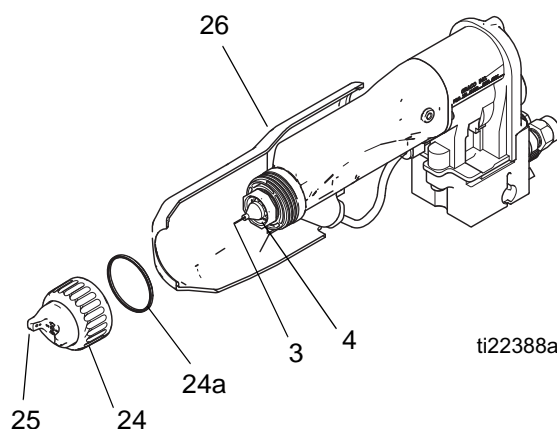

Fig. 19. Czyszczenie osłonki powietrznej oraz dyszy płynu
3. Zdjąć zespół osłonki powietrznej (24, 25) oraz osłonę (26). Patrz FIGURE 19.
4. Za pomocą szmatki nasączonej rozpuszczalnikiem wytrzeć do czysta dyszę płynu (4), osłonę (26) oraz zewnętrzne powierzchnie pistoletu. Nie dopuścić, aby rozpuszczalnik dostał się do przewodów powietrznych. Jeśli tylko to możliwe, podczas czyszczenia pistolet należy skierować w dół.
5. Jeśli zdaje się, że w przewodach powietrznych dyszy płynu (4) zalega farba, należy odłączyć pistolet od przewodu w celu serwisowania sprzętu. Aby odłączyć dyszę cieczy w celu wyczyszczenia lub wymiany, patrz część **Wymiana osłonki powietrznej/dyszy**, strona 42.
6. Wyczyścić osłonkę powietrzną (25) za pomocą miękkiej szczoteczki i rozpuszczalnika lub zanurzyć osłonkę powietrzną w odpowiednim rozpuszczalniku i wytrzeć ją do czysta. Nie używać narzędzi metalowych.
7. Nasunąć osłonę (26) na pistolet.
8. Ostrożnie założyć osłonkę powietrzną (25). Przełożyć elektrodę (3) przez środkowy otwór w osłonce powietrznej. Obrócić osłonkę powietrzną dożądanego położenia.
9. Sprawdzić, czy uszczelka w kształcie litery „U” (24a) znajduje się na swoim miejscu na pierścieniu ustalającym (1). Wargi muszą być skierowane do dołu. Dokręcać pierścień ustalający, do momentu aż osłonka powietrzna będzie bezpiecznie spoczywać na miejscu; obracanie rogów osłonki powietrznej ręką nie powinno być możliwe.